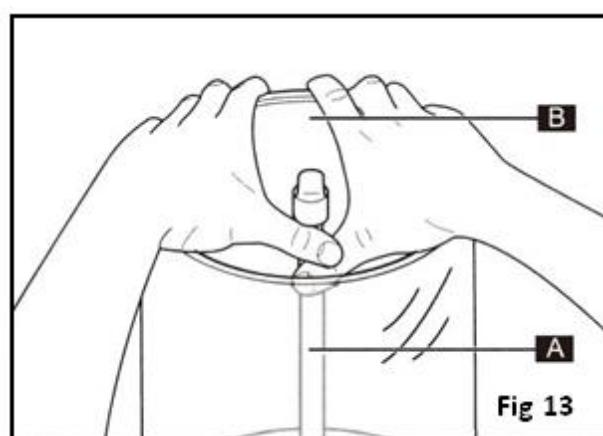

Fig 13
- Desencaje el recipiente de la máquina, utilizando dos dedos para separarlo de la parte fija de acero de la varilla del mezclador (A) y, con los demás dedos, sostener el borde exterior del recipiente (B) (Fig. 13)